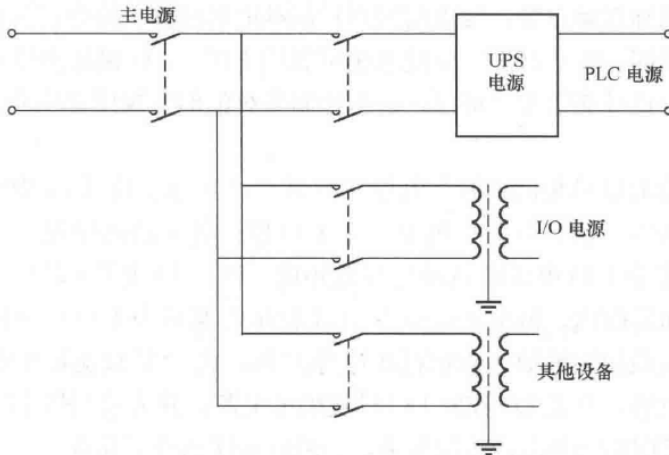

图 5-11 UPS 供电系统
(2) UPS 供电系统。不间断电源 UPS 是电子计算机的有效保护配置，当输入交流电失电时，UPS 能自动切换到输出状态继续向控制器供电，图 5-11 所示为 UPS 的供电系统。根据 UPS 的容量，在交流电被切断后仍可继续向 PLC 供电 10~30min。因此对于非长时间停电的系统，其效果非常显著。